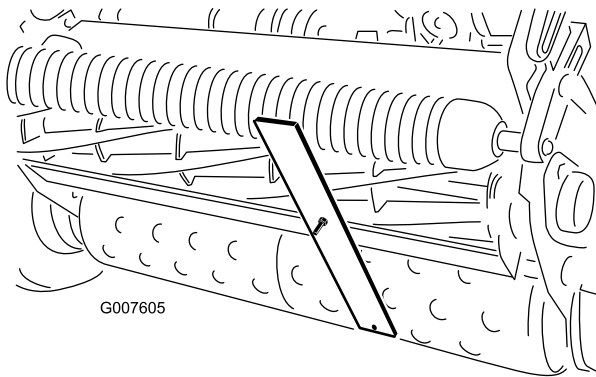

図 53
- ゲージバーのネジ頭を下刃の先端に引っ掛け、バーの後端を後ローラに当てがう（図 53）。